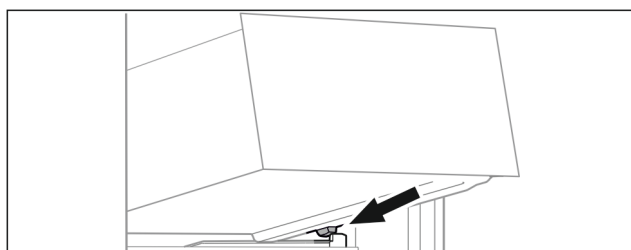

Fig. 99
- ▶ Helyezze a fiókot ferdén az ütközők mögé, a tartóbordára. (lásd Fig. 99)